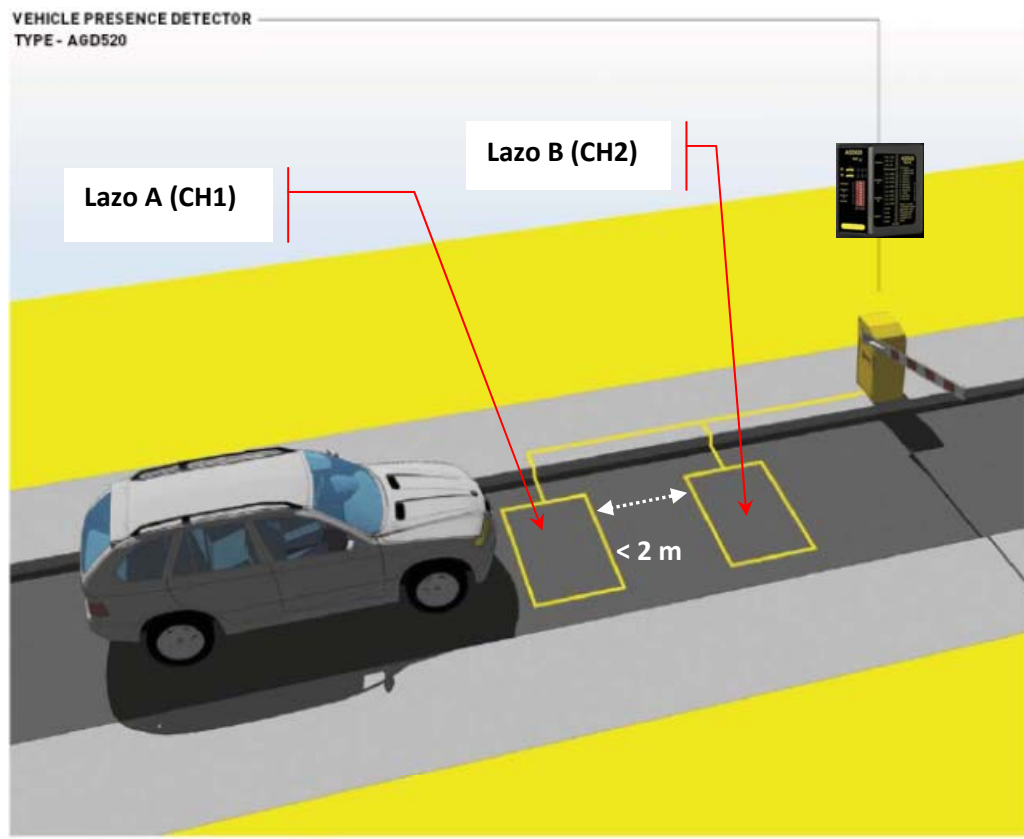

Fig.6
**ACTIVACIÓN LÓGICA DE DIRECCIÓN en modo PULSO: (Fig.6)**
**ACTIVACIÓN LÓGICA DE DIRECCIÓN en modo PRESENCIA: (Fig.6) (Limitada a 60 minutos)**